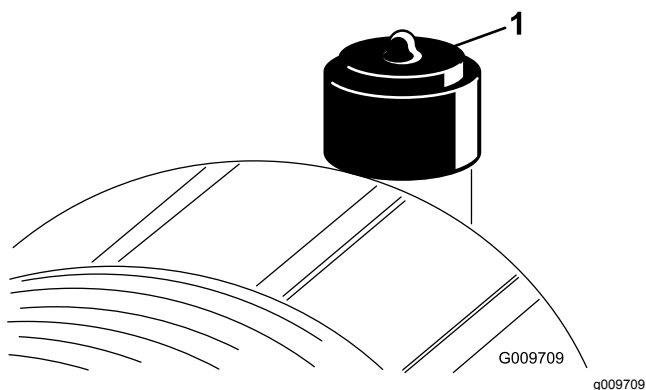

Рисунок 46
Фильтр воздухоочистителя следует обслуживать только при соответствующих показаниях индикатора необходимости технического обслуживания (Рисунок 46). Замена воздушного фильтра без необходимости только увеличивает вероятность попадания грязи в двигатель при извлечении фильтра.
9. Сбросьте индикатор (Рисунок 46), если он стал красным.